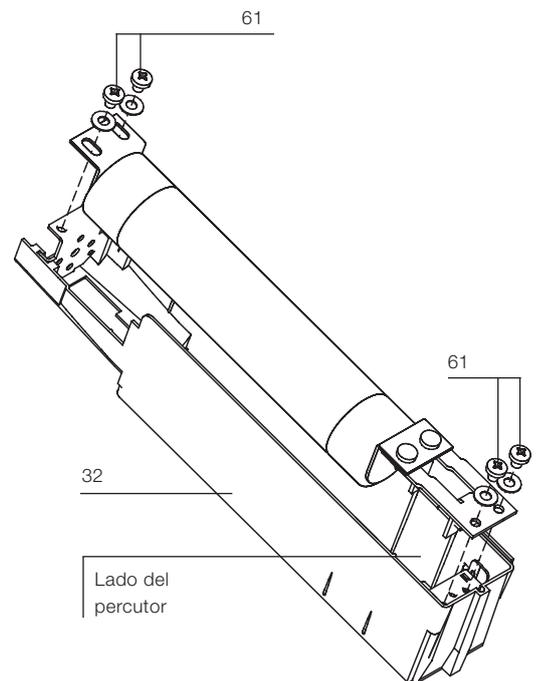

Fig. 20b
El portafusibles (32) (fig. 20b) está preparado para alojar el fusible con intereje de fijación de 553 mm, para medidas inferiores se suministran a pedido tres adaptadores, que se detallan a continuación:
- adaptador (51) para fusibles con intereje de fijación  $l = 235$  mm
- adaptador (52) para fusibles con intereje de fijación  $l = 305$  mm
- adaptador (53) para fusibles con intereje de fijación  $l = 454$  mm.
### b) Montaje de los fusibles (fig. 20b)